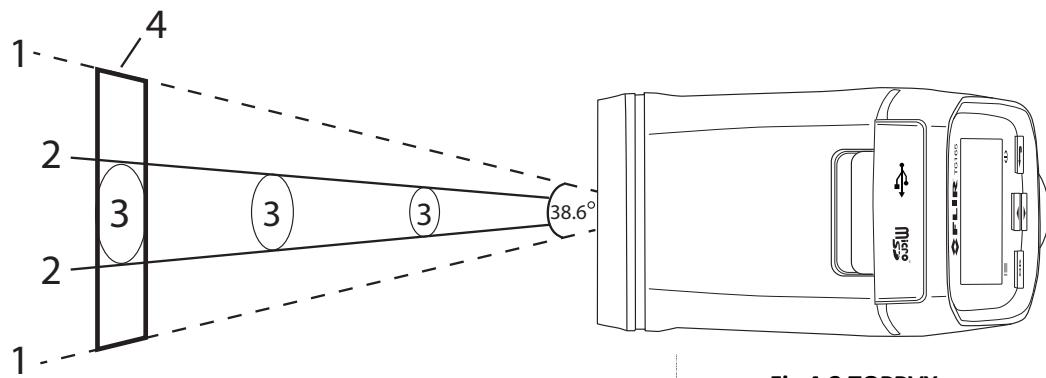

Fig 4-2 TOPPVY
- Fig 4-2 visar en toppvy där de två streckade linjerna (1) representerar de vänstra och högra (horisontella) gränslinjerna för IR-bildsynfältet ($38,6^\circ$).
- Fig 4-2, de två heldragna linjerna (2) representerar IR-termometerns synfält.
- Fig 4-2, ellipserna (3) representerar IR-termometerns uppmätta punktdiameter.
- Fig 4-2, laserpekarna (2) ramar in punkterna (3). Fig 4-3, lasrarna (2) visas som en linje istället för två linjer (eftersom lasrarna ligger i en plan vinkel när de ses från sidan).